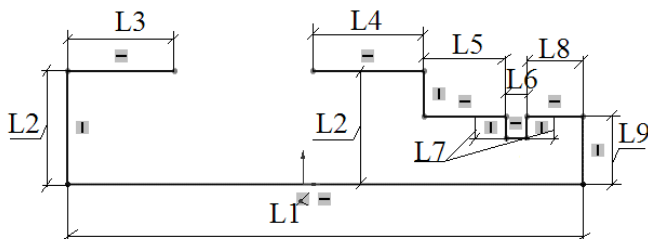

Рисунок 4.1
3. Оберіть на панелі інструментів «Эскиз» → **Линия** і накресліть контур проєктованої моделі (рис. 4.1).